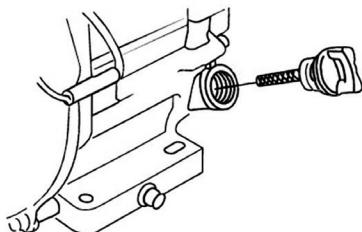

Рис. 6 Крышка-щуп маслозаливной горловины
- Выкрутите крышку-щуп маслозаливной горловины и извлеките щуп (Рис. 6).